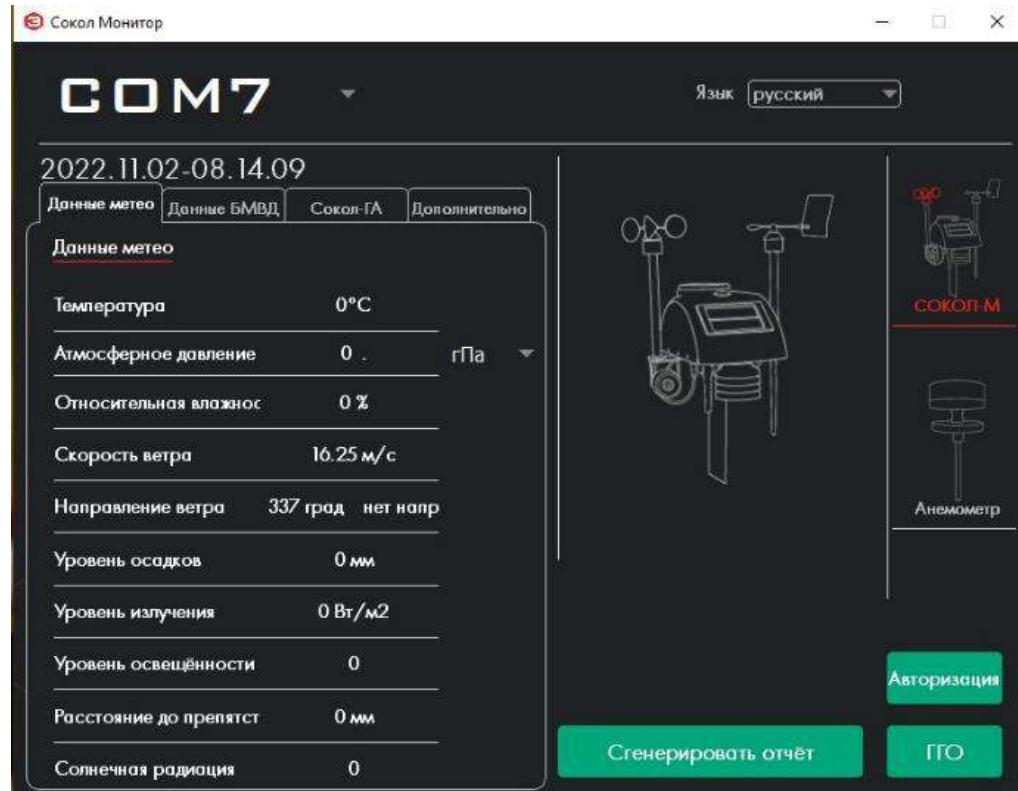

Рисунок 16—Окно SokolMeteo—Monitor.
2.7.4 Далее для обновления отображаемых данных необходимо нажать кнопку Сокол—М (Рисунок 16), после чего появятся метеорологические данные, полученные с анеморумбометра (Направление и скорость ветра)